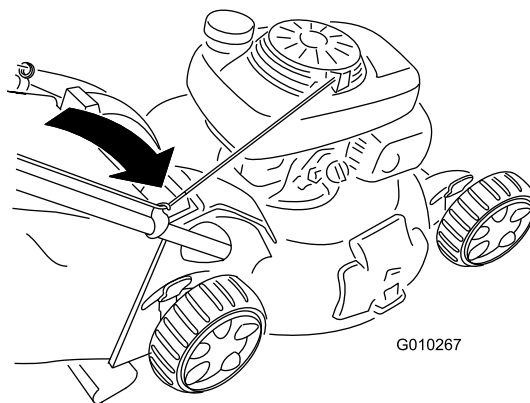

Bild 26
2. Verlegen Sie das Starterkabel um die untere Kabelführung (Bild 26).